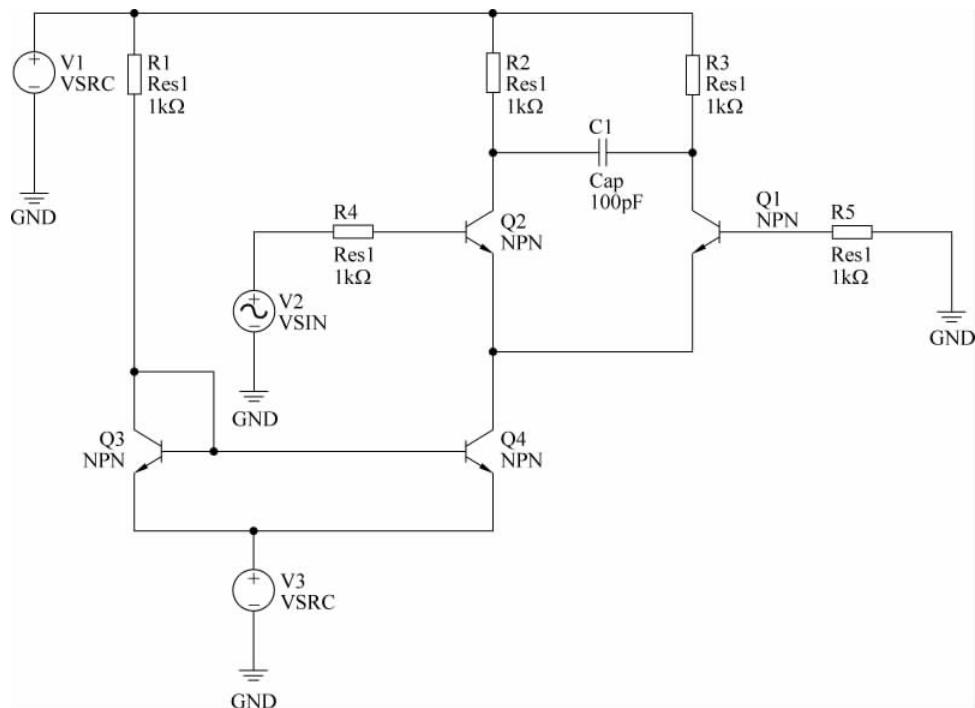

图 3-66 为电路元器件和信号源分配唯一的标识符
(5) 按照前面所介绍的为元器件分配标识符的方法, 为电路中的元件和信号源分配唯一的标识符。图 3-66 给出分配完标识符后的原理图界面。